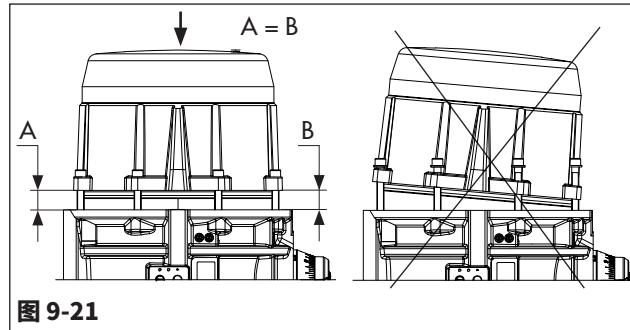

图 9-21
- 如图9-21所示, 组装端盖, 使执行机构器体与端盖接口之间保持恒定距离 ($A = B$)。